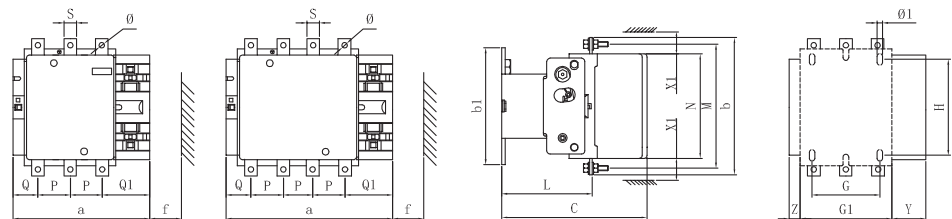

Figura 2 Dimensiones generales y de instalación de los modelos CJX2F-115, 1154, 150, 1504, 185, 1854, 225, 2254, 265, 2654, 330, and 3304
- Las dimensiones generales y de instalación de los modelos CJX2F-115, 1154~330, y 3304 se muestran en la Figura 2 y en la Tabla 4.